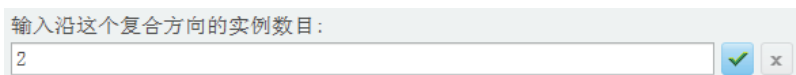

图 10-59 指定沿着当前方向的实例的个数
9) 在菜单管理器的“退出”菜单中选择“完成移动”命令，接着输入沿这个复制方向的实例数目“2”，如图 10-59 所示，单击 （接受）按钮。